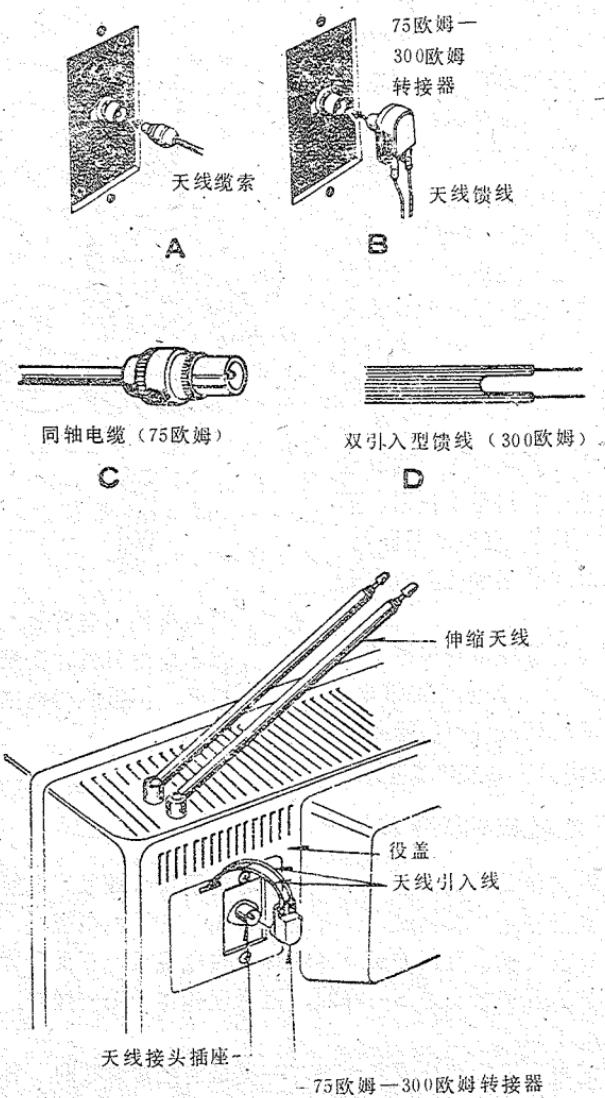

图 6 天线馈线与电视机的匹配连接
(2) 馈线与电视机匹配。电视机一般都带有 $75\Omega / 300\Omega$ 转换器，因此可以通过转换器直接把馈线与电视机相接，如图6所示。先把电视机机内天线引入线从天线接头插座拔出，然后如果是 75Ω “同轴电缆”，则按图6中的(A)连接；如果是用 300Ω 平行馈线，则按图6中的(B)相接。
(3) 天线安装与避雷。采用室外天线的单元数不同，重量也不同，因此支撑的木杆或金属杆也就不同，必须选择能经受得住天线重量的撑杆并应考虑台风等强风影响，所以天线安装必须牢靠、结实，抵挡得住台风。另外，要选择合适的安放位置。比如说距离电视台不太远且接收地点与发射台之间没有什么高大建筑物时，室外天线可以安置在屋顶或附近比较高的地方。架设天线时，应使它远离大面积的金属物和其它天线，远离街道以及各种干扰源，如高压线、电梯机房、电话线、各种内燃机、吹风机等。若在地形复杂的山区，由于电磁波在山间的反射，有时天线架设得低些反而比架得高效果好，对准某个山头反而比对准发射台好。所以选择室外天线的最佳位置及方向应根据接收图象、彩色、伴音情况反复实验、调整，然后再固定下来，固定时要坚固可靠。